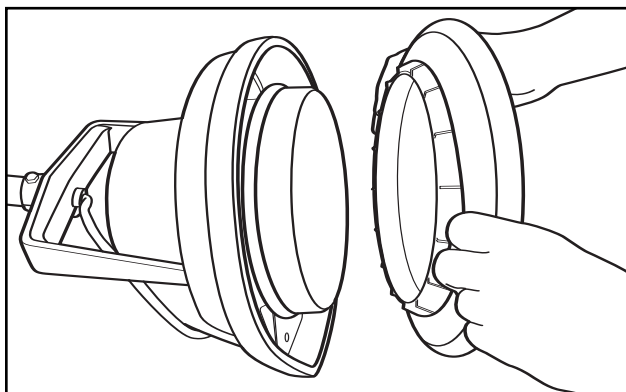

Figura 1. Instalación del portaalmohadilla motriz negro o del cepillo
- Coloque el portaalmohadilla motriz negro en el disco de sujeción beige que está en el fondo de la máquina (vea la Figura 1).
- Con las cerdas apuntando hacia afuera de la unidad, coloque el cepillo en el disco de sujeción beige que está en el fondo de la máquina (vea la Figura 1).